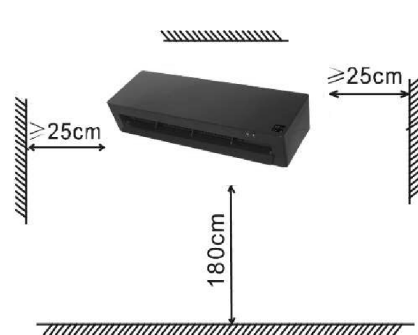

FIGURA 1
1. Disponer de un espacio para instalar el aparato (figura 1).